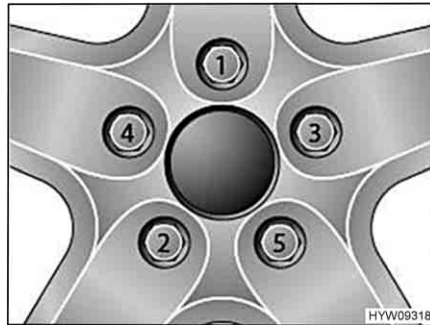

Fig. 70 Serraggio a croce di dadi delle ruote e bulloni delle ruote
- Serrare i dadi delle ruote o i bulloni delle ruote nell'ordine riportato in Fig. 70. A tale scopo, utilizzare una chiave dinamometrica e rispettare la coppia di serraggio indicata (vedi paragrafo 13.5.2).
- Controllare regolarmente il serraggio dei dadi o dei bulloni. Regolare il serraggio dei dadi delle ruote o dei bulloni delle ruote di una ruota sostituita dopo circa 50 km. A tale scopo, procedere seguendo l'ordine indicato in Fig. 70.
- Se si utilizzano cerchioni nuovi o riverniciati, regolare il serraggio dei bulloni o dei dadi dopo altri 1000 - 5000 km. A tale scopo, procedere seguendo l'ordine indicato in Fig. 70.
- ▷ Serrare a croce i dadi o i bulloni delle ruote (Fig. 70).